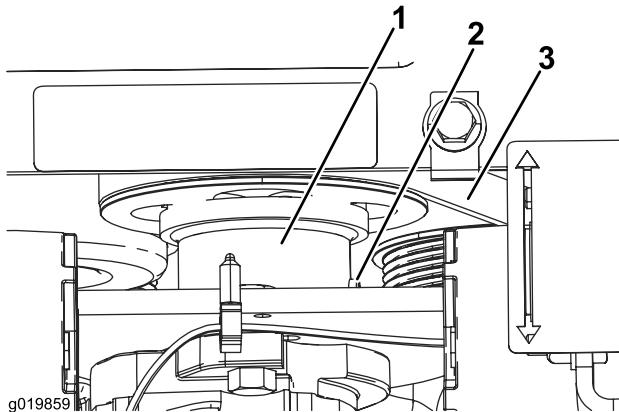

Figura 52
5. Desaperte o parafuso de afinação no acoplador de açãoamento da bomba (Figura 52).
6. Afaste o acoplador da polia (Figura 52).